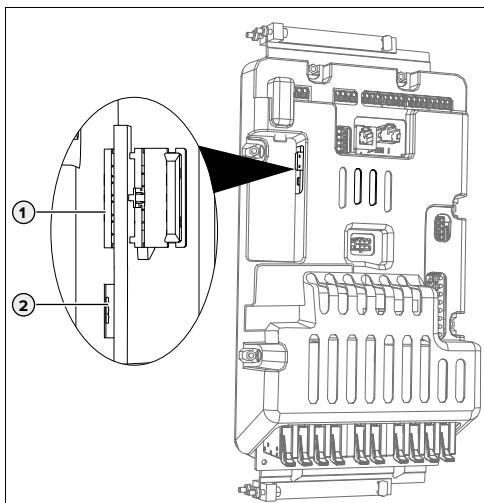

Fig. 20: Tilkoblinger for konfigurering på ECU
- Koble enheten din (f.eks. PC, laptop, mobiltelefon) til ECU med en USB-kabel. Bruk da mikro-USB-tilkoblingen (2) til høyre ECU (AF2).
- ➔ "Fig. 20: Tilkoblinger for konfigurering på ECU"